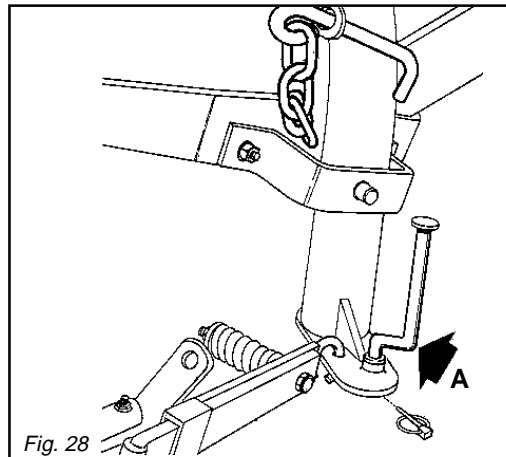

Fig. 28
- Rimuovere i puntelli di sostegno (A e B, Fig. 28 e 29) e rimontarli capovolti nelle proprie sedi.
- Remove support (A and B, Fig. 28 and 29) and remount them, upside-down in their seat.
- Die zwei Stützen Bild (A und B, Abb. 28 und 29) abziehen und in umgekehrte Position in den gleichen Löchern wieder einstecken.
- Déplacer les étauçons de soutien (A et B, Fig. 28 et 29) et les remonter renversés dans les propres sièges.
- Quitar los tirantes de soporte (A y B, Fig. 28 y 29) y volverlos a montar al revés en sus asientos.